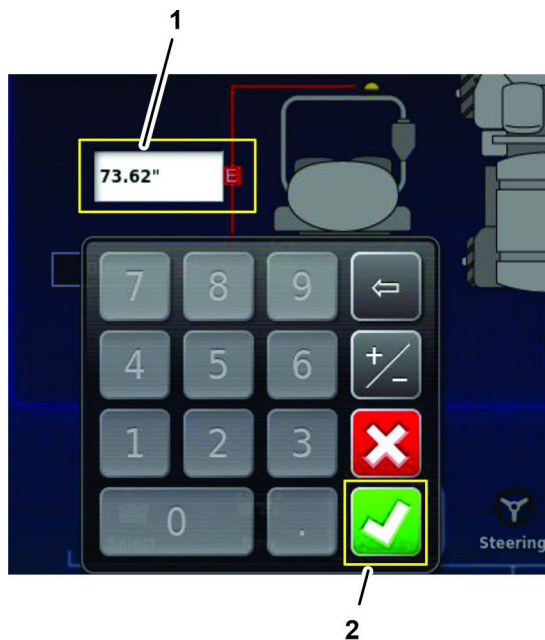

Рисунок 193
5. Нажмите на значок расстояния между спутниковым приемником и землей (E), с помощью клавиатуры на экране введите результат измерения, записанный в таблице геометрических характеристик машины в разделе Измерение геометрических характеристик машины \(страница 91\), и нажмите на значок подтверждения (Рисунок 193).